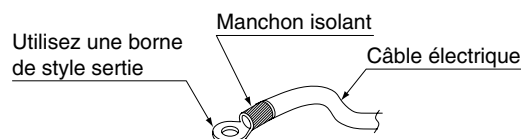

Fig. 6
- Utilisez une borne de style sertie de type en anneau pour les connexions au bloc de bornes d'alimentation. **(Reportez-vous à la Fig. 6)**